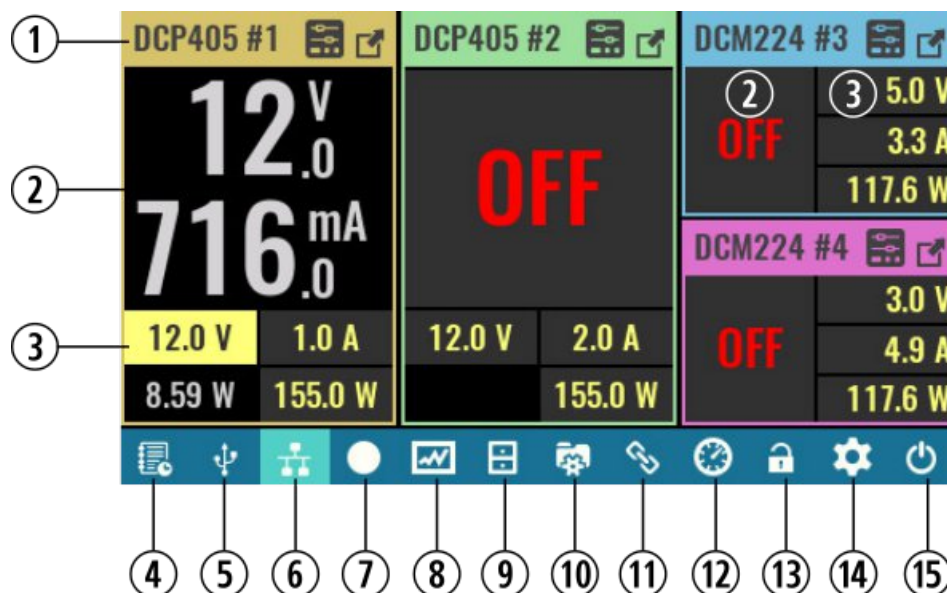

Abb. 8: Home page overview
Abb. 8 zeigt das Hauptmenü des EEZ BB3 mit drei verschiedenen Leistungsmodulen (siehe Abb. 9) unter Verwendung der Standardansicht (*numerisch*) zur Darstellung der Ausgangszustände sowie der gemessenen und eingestellten Werte. Diese Modulkonfiguration (d. H. DCP405 und DCM220) wird in diesem Handbuch als Beispiel verwendet.
- ③ **Erweiterte Kanalansicht:** Diese wird zum Einstellen der Ausgangsspannung, des Stroms und der Leistung verwendet. Zusätzlich wird hier die gemessene Ausgangsleistung zusammen mit der zugehörigen Maßeinheit (mW oder W) angezeigt.
- ④ **Ereignisansicht:** Zeigt das Ereignisprotokoll (Log) an. Die Symbolfarbe ändert ihre Farbe, wenn dem Protokoll (Log) ungelesene Warnungen oder Fehlermeldungen hinzugefügt wurden.
- ⑤ **USB-Aktivitätsanzeige** und Verknüpfung zu den Einstellungen für die serielle Kommunikation. Das Symbol ist nicht sichtbar, wenn die USB / serielle Kommunikation deaktiviert ist. Der Hintergrund wird hervorgehoben, wenn die USB / serielle Kommunikation hergestellt ist.
- ⑥ **LAN-Aktivitätsanzeige** und Verknüpfung zu den Ethernet-Kommunikationseinstellungen. Das Symbol ist nicht sichtbar, wenn die Ethernet-Kommunikation deaktiviert ist. Der Hintergrund wird hervorgehoben, wenn die LAN-Kommunikation hergestellt ist.
- ⑦ **Aufzeichnung / Stopp:** Datenloggersteuerung. Verwenden Sie diese Option, um die Datenprotokollierung zu starten oder die Protokollierung zu beenden.
- ⑧ **Datenprotokollierungs-Ansicht:** Wenn die Protokollierung ausgeführt wird, werden Echtzeitdaten angezeigt. Wenn die Protokollierung abgeschlossen oder gestoppt ist, werden Daten aus dem letzten Protokoll angezeigt.
- ⑨ **Dateimanager:** Ermöglicht den Zugriff auf die Daten einer SD-Karte, wie Benutzerprofile, Programmlisten, protokollierte Daten oder Screenshots. Protokollierte Daten und Screenshots können mit einem Klick in das EEZ Studio hochgeladen werden.
- ⑩ **Benutzerprofile:** Zum Speichern und Abrufen von Modulparametern stehen 10 verschiedene Profile (mit Auto-Recall-Funktion) zur Verfügung.
- ⑫ **Auswahl der Anzeigeansicht:** Umschalten zwischen fünf verschiedenen Darstellungen der Parameter des Ausgabemoduls (Standard ist die numerische Ansicht – siehe Abb. 8).
- ⑭ **System Einstellungen:** Verwenden Sie diese Option, um auf systemweite Schutzeinstellungen, Anzeige, Ton, Trigger, Digitale E/A, Datum und Uhrzeit, Encoder- und Benutzerschalter, AUX-Temperatur- und Lüftersteuerung, Ethernet-, serielle / USB- und Kanalkalibrierung zuzugreifen.
- ⑮ **Power / Reset-Steuerung:** Ermöglicht den Zugriff auf Standby, „Soft“ -Reset (siehe auch \\*RST), „Hard“ -Reset (entspricht Power-Reset) und die Option zum Ausschalten der Anzeige.